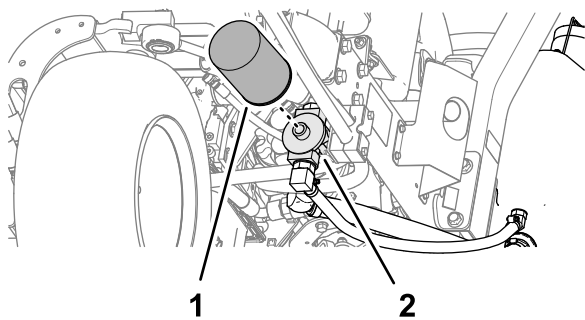

Figura 92
2. Curățați în jurul zonei de montare a filtrului. Aezai o tavă de golire sub filtru (Figura 92) și îndepărtați filtrul.